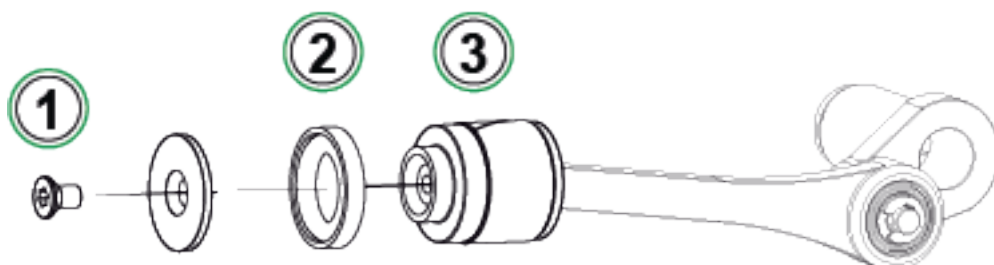

Abbildung 27: Schritt 4
5. Sobald die Schrauben herausgedreht sind, das Führungsende und den Zylinder (1) anheben. Den Zylinder vor dem Anheben etwas nach hinten schieben und ein wenig nach rechts drehen, so lässt er sich leichter anheben. Es ist darauf zu achten, dass der Zylinder nicht so weit nach unten geschoben wird, dass die Kolbendichtung am Zylinder zum Vorschein kommt. In diesem Fall muss zunächst die Kolbendichtung (Abbildung 27: Schritt 4) und dann der Zylinder entfernt werden, um den Kolben zurück in den Zylinder schieben zu können.
8. Einen neuen O-Ring und eine neue Kolbendichtung verwenden (siehe Teil (2) in Abbildung 27: Schritt 4). Diese an die vorgesehene Stelle schieben und mit dem Pleuellagerkopf und einer neuen M3x6 Schraube fixieren.